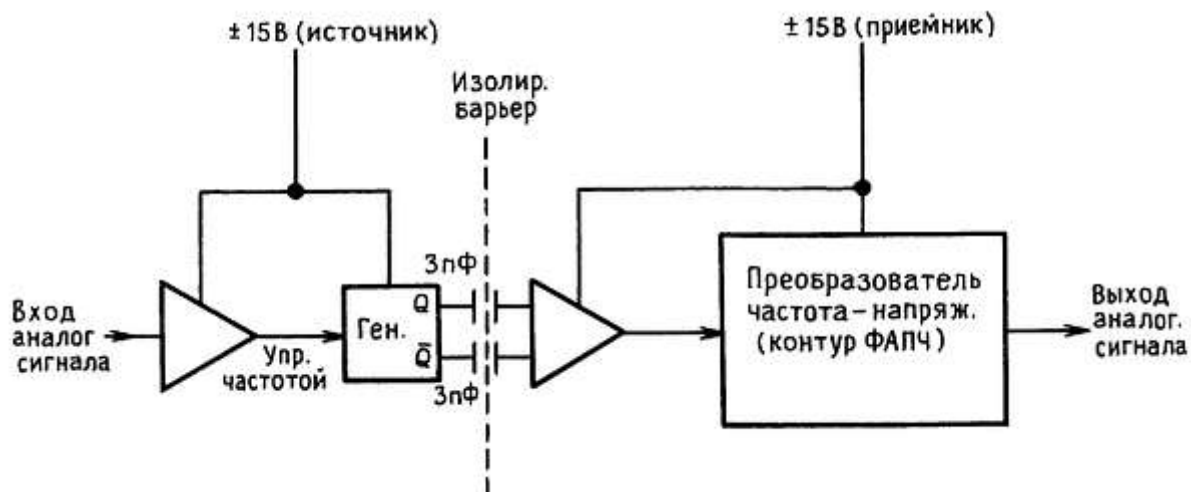

Рис. 7.78. Изолирующий усилитель с емкостной связью.
3. Изоляция за счет емкостной связи по высокочастотной несущей, модулированной по частоте сигналом, который необходимо изолировать (рис. 7.78).